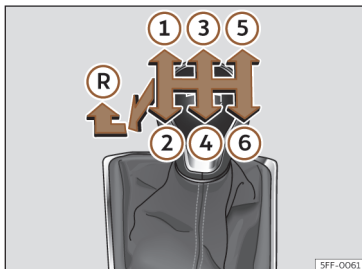

**Fig. 122** Esquema de uma caixa de velocidades manual de 6 velocidades.
Na alavanca das velocidades indicam-se as posições das velocidades >>> **Fig. 122**.
- Com a alavanca das mudanças em ponto morto, pressione-a para baixo, mova-a para a esquerda até ao fim e depois para a frente para selecionar a marcha-a-trás >>> **Fig. 122 (R)**.